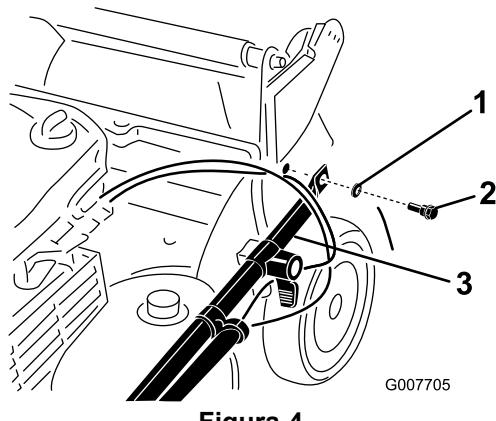

Figura 4
- Fija los extremos del manillar al alojamiento del cortacésped con 2 arandelas y 2 pernos de manillar (Figura 4), pero no apriete los pernos del manillar.
Importante: Coloque los cables en el exterior del manillar (Figura 4).